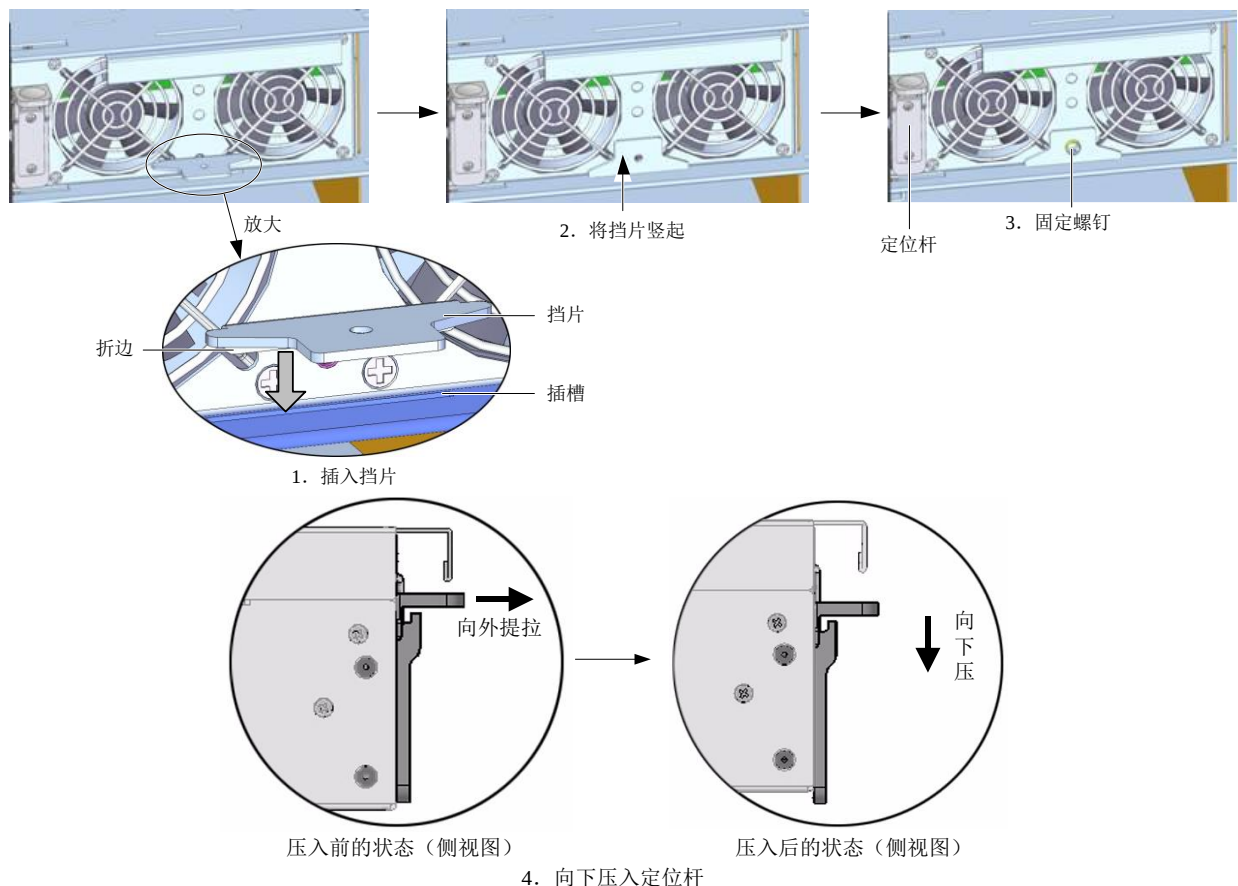

图2-16 定位杆和紧固件
3. 将挡片按照图示箭头方向插入到插框的插槽中，然后将挡片竖起，接着用十字螺丝刀安装紧固螺钉，最后向下插入定位杆，如图 2-16 所示。